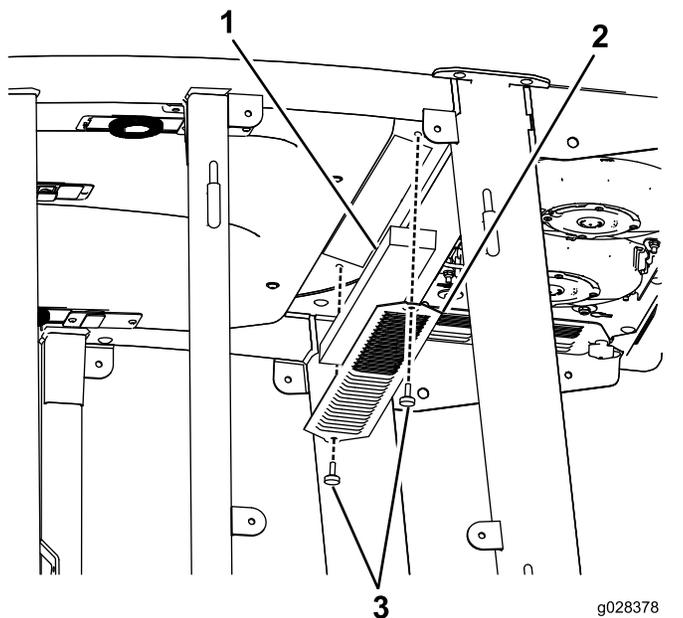
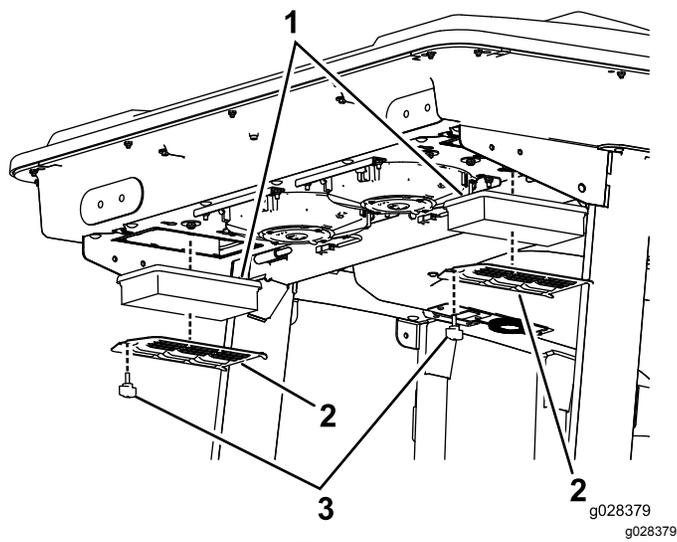

図 133
図 134
1. 室内用と後部用のエアフィルタからねじを外して格子を外す 図 133と 図 134。